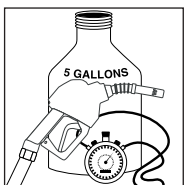

Figure 22
(Ilustración 22)
- Stopwatch; approved 5-gallon grounded, vented, metal test container; and megohmmeter. (See Figure 22)
- Cronometro; envase de prueba metálico ventilado, con descarga a tierra, aprobado y con capacidad para 5 galones; y megóhmetro. (Vea la ilustración 22)